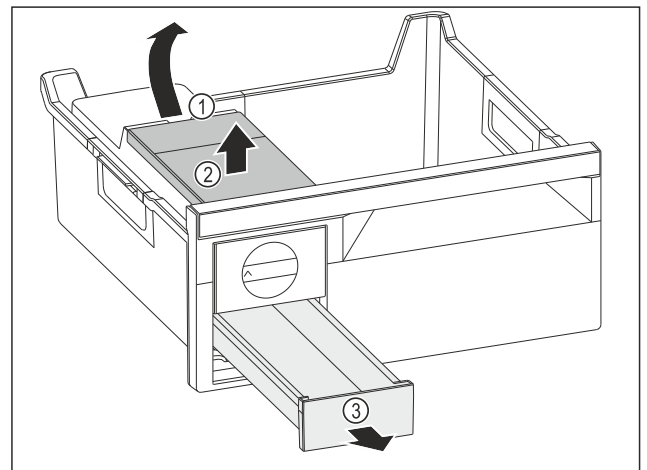

Fig. 196
- ▶ Wassertank entnehmen: Wassertank an der Aussparung Fig. 196 (1) anheben.
- ▶ Wassertank Fig. 196 (2) nach oben entnehmen.
- ▶ Eswürfelschubfach Fig. 196 (3) nach vorne entnehmen.